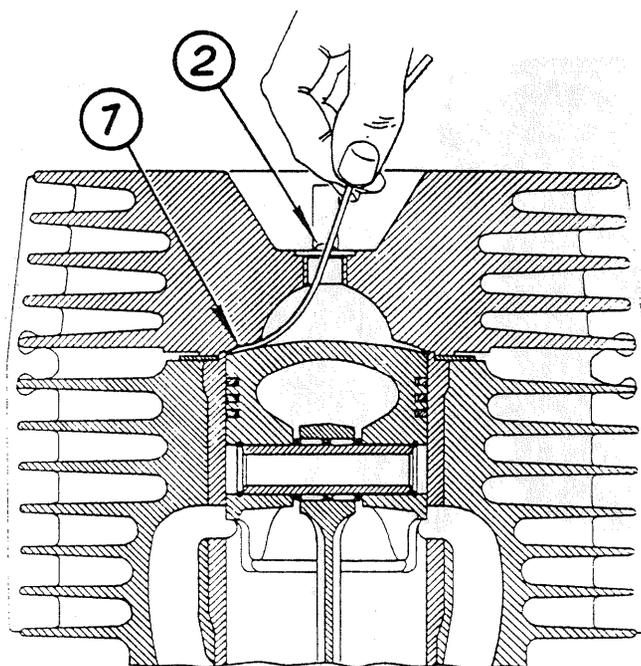

Fig. 192. Calibrer la cote interstitielle
La cote interstitielle (1) est fixée à $0,9 \dots 1,2 \text{ mm}$. La figure 192 montre la méthode de mesure. Un fil de plomb, au mieux un fil à souder du commerce ayant une épaisseur de 2 mm , est fait glisser à travers l'alésage de la bougie d'allumage dans la chambre de combustion. Le piston tourné par-dessus du point mort haut aplatit le fil de plomb par pression. On se sert d'un pied à coulisse et d'un micromètre pour mesurer la cote interstitielle après avoir retiré le fil de plomb.